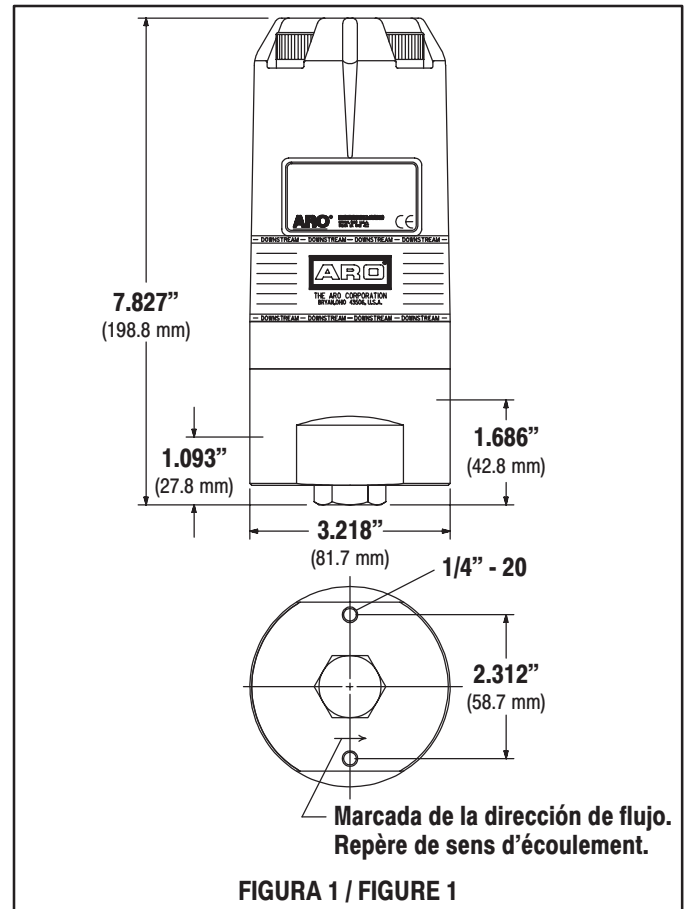

FIGURA 1 / FIGURE 1
Datos dimensionales	véase la figura 1
- Identifique la TOMA / SALIDA del regulador (dirección del flujo). El regulador está marcado con una flecha en la base del cuerpo (véase la figura 1).
- Cuando se usan conductos flexibles de fluido, monte el regulador firmemente usando las (2) roscas de 1/4" - 20 en la base (véase la figura 1).